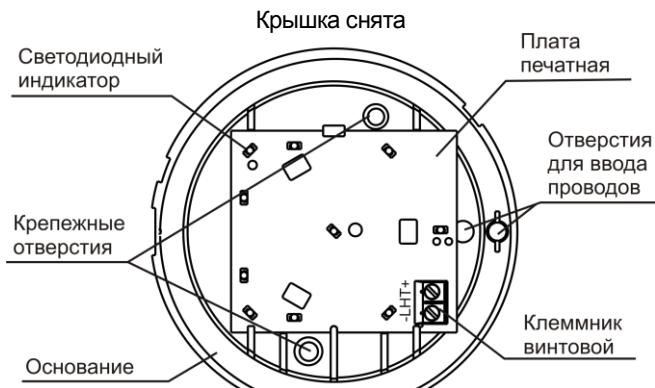

Рисунок 1
Оповещатель состоит из основания, печатной платы с радиоэлементами и крышки (рисунок 1). Конструкция оповещателя обеспечивает возможность крепления его на стене помещения.
- c) провести провода от источника питания через отверстие для ввода проводов в основании оповещателя (рисунок 1). Имеется возможность выдавливания в основании второго отверстия для ввода проводов;